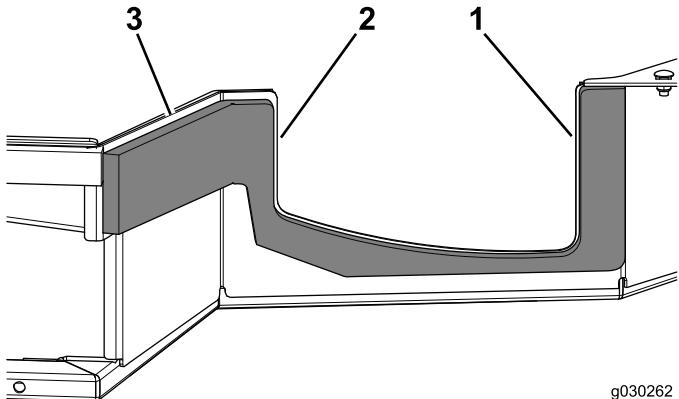

Figura 15
- Utilize as medições indicadas em Figura 15 para colocar o vedante.